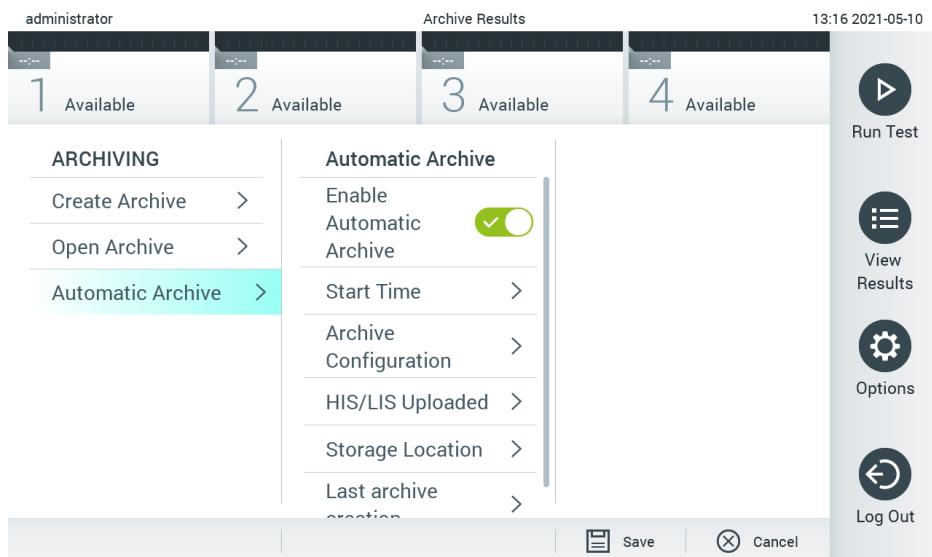

Bild 58. Alternativ för automatisk arkiv.
2. Tryck på **Automatic Archive** (Automatiskt arkiv) och aktivera funktionen (bild 58).